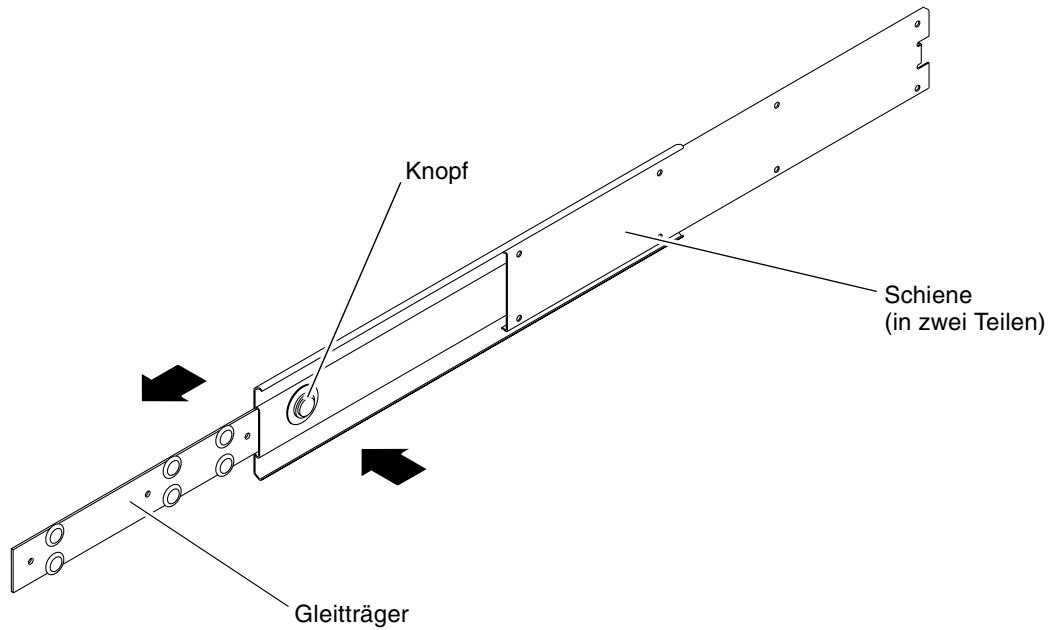

ABBILDUNG 3-8 Ausbauen der Schiene
4. Drücken Sie den Knopf an beiden Schienen ein und ziehen Sie anschließend den Gleiträger vollständig aus der Schiene (ABBILDUNG 3-8).